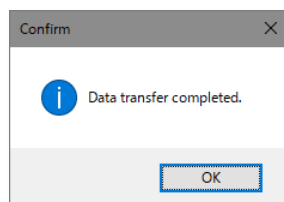

図 6.10 完了ダイアログ
- (6) 転送を完了するとダイアログが表示されます。(図 6.10)